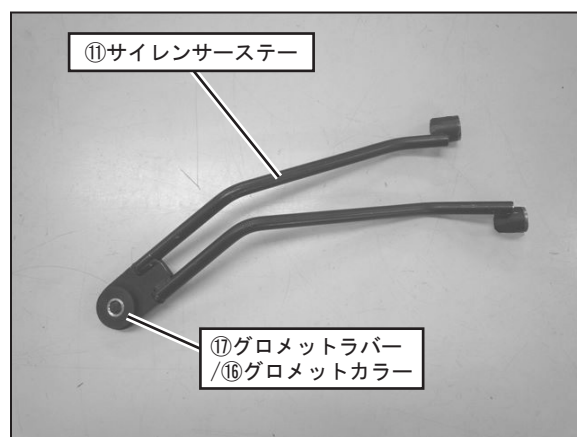

FIG. 6
8. ⑪サイレンサーステーに⑪グロメットラバー、⑪グロメットカラーを取り付けて下さい。(FIG. 6 参照)